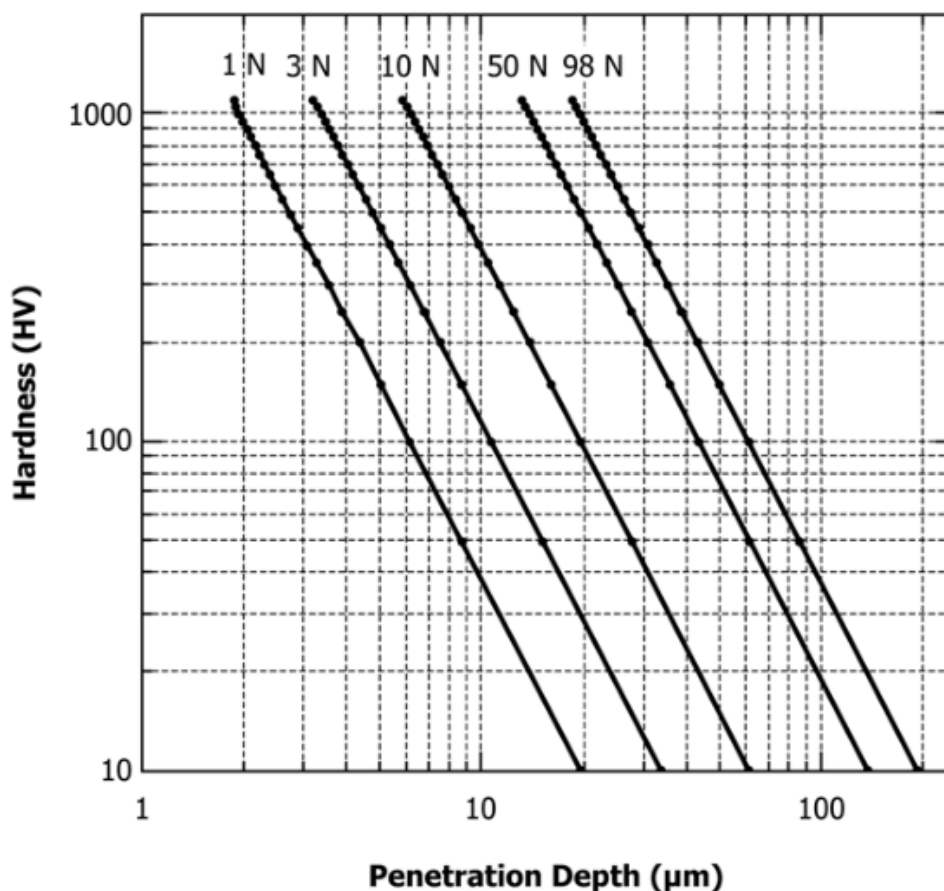

Fig. 3 Profondeur de pénétration diamantée Vickers pour différentes charges d'essai de 1 N à 98 N
- Épaisseur minimale — Les revêtements fins ou couches de surface sur matériau en vrac doivent avoir une épaisseur minimale d'au moins dix fois la profondeur d'indentation du dent utilisé (voir Fig. 3 pour un intrant Vickers) correspondant à la règle de Bueckle : $S_{\min} = 10 \times h$.